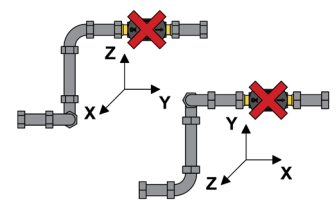

Fig.4
4. Non posizionare il sensore di flusso immediatamente in successione ad una doppia curva orientata su due piani differenti (Fig.4).